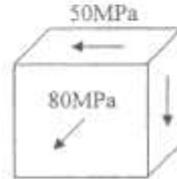

图 3
4. 单元体的应力状态如图 3 所示, 则单元体中按第三强度理论确定的相当应力为 (答案写在答题纸上), 按第一强度理论确定的相当应力为 (答案写在答题纸上)。
- (A) 50MPa; (B) 80MPa; (C) 40MPa; (D) 65MPa